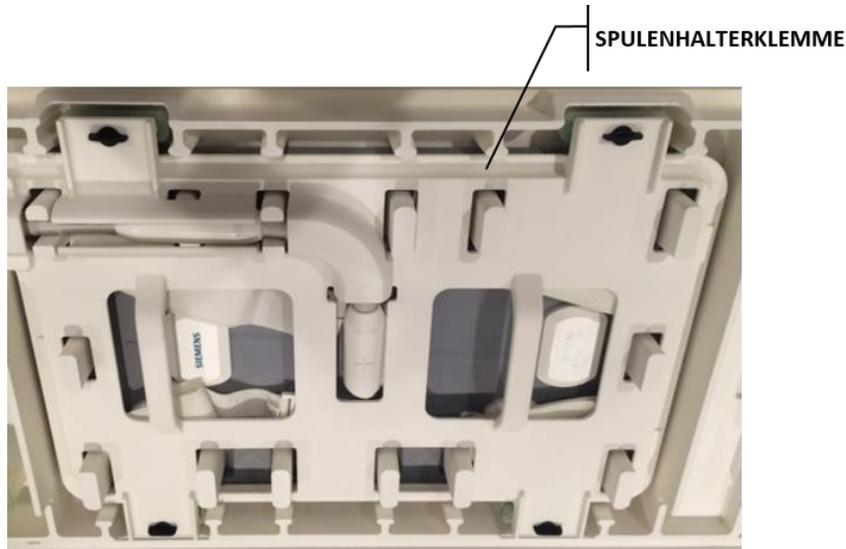

Abbildung 6: Spulenhalterklemme oben auf der Bildgebungsspule
4. Legen Sie die Spulhalterklemme auf die Spule und arretieren Sie sie mittels der schwarzen Vierteldrehungsbolzen auf der Spulhalterklemme in die Steckplätze auf dem Spulhaltergehäuse (*Abbildung 6*).